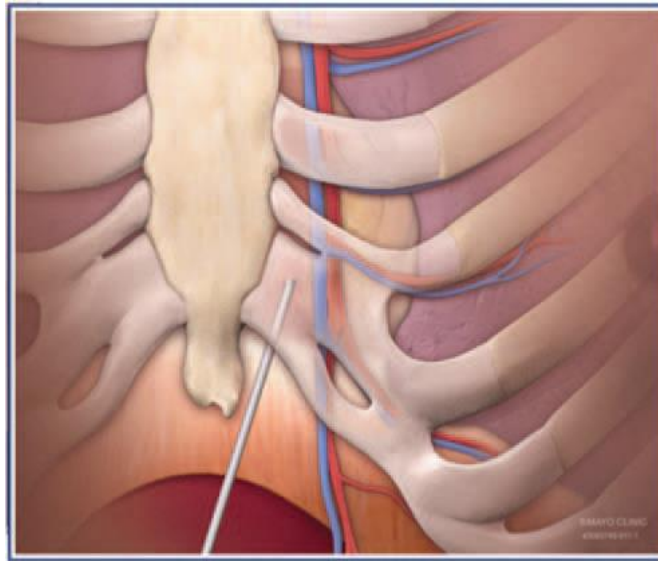

Figure 4 – Approche sous xiphoïdienne
5. Sous guidage fluoroscopique, diriger l'aiguille EpiAccess vers l'arrière en direction de l'épaule gauche (figure 4).
La pression du capteur de l'aiguille est présentée dans la fenêtre du milieu. Ce signal peut varier tout au long de la procédure. La figure 4 illustre l'interface utilisateur graphique de la pression de l'aiguille, de la pression artérielle et de la segmentation des battements